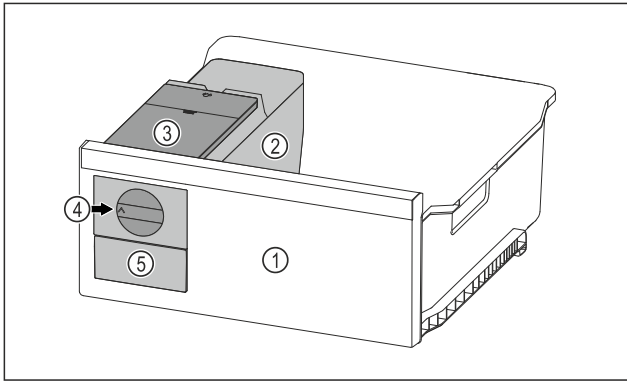

Fig. 123 Ілюстративне зображення
- ▶ Поворотну ручку Fig. 123 (4) повернути за годинниковою стрілкою до упору.
- ▷ Кубики льоду випадають із ванночки для кубиків льоду у висувний ящик для кубиків льоду Fig. 123 (5). Якщо не всі кубики льоду виймаються з ванночки для кубиків льоду: